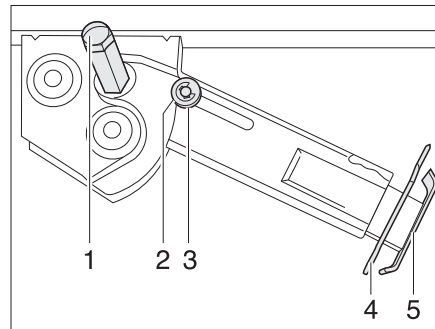

Fig. 34 Vérin stabilisateur
- Placer la clé à pipe sur l'écrou à six pans (Fig. 34,1) et tourner jusqu'à ce que le vérin stabilisateur soit en position verticale vers le bas.
- Retirer la goupille (Fig. 34,4) de la rallonge du pied d'appui (Fig. 34,5).
- Placer la clé à pipe sur l'écrou à six pans (Fig. 34,1) et tourner jusqu'à ce que le vérin stabilisateur se dégage du sol.
- Rentrer complètement la rallonge du pied d'appui (Fig. 34,5) et insérer la goupille (Fig. 34,4) dans le trou prévu à cet effet.
- Tourner la clé à pipe sur l'écrou à six pans (Fig. 34,1) jusqu'à ce que le vérin stabilisateur ait pivoté vers le haut et le disque de guidage (Fig. 34,3) soit complètement rentré dans l'encoche (Fig. 34,2).